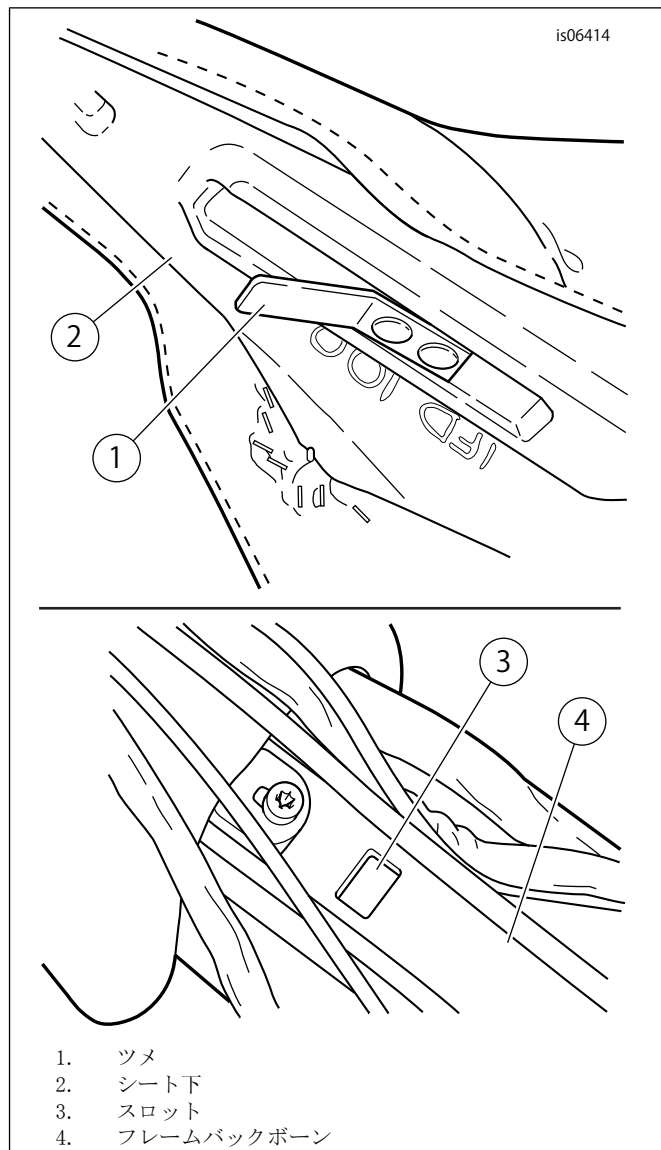

図2。シートフロントの取付
5. 図2を参照してください。Tour-Pakは装着しているがリアスピーカーは装着していないモデル:Tour-Pakとリアスピーカーの両方とも装着しているモデル:Tour-Pak非装着モデル:シートを後ろにスライドさせ、フレームバックボーン(4)のスロット(3)からシート前にある突起(1)を外し、フレームからシートを取り外します。
4. 図2を参照してください。Tour-Pak非装着モデル:シートの前を下と後ろに強く押し、突起(1)をフレームバックボーン(4)のスロット(3)に装着します。Tour-Pak装着モデル:リアスピーカー装着モデルに関する注意:必要に応じて、車両のうしろで誰かにしっかりとTour-Pakを掴んでいてもらってください。Tour-Pakの底をサポートレールに固定しているスクリューは、緩めるか外すかしてください。Tour-Pakは、グロメットを通してワイヤーが引っ張られるほどしるには引っ張らないよう気を付けてください。ワイヤーの痛むおそれがあります。固定を緩めたTour-Pakは、新しいシートを取り付けるまでは、人の手を借りて慎重に後方へずらしてその位置から動かさないようにしてもらってください。